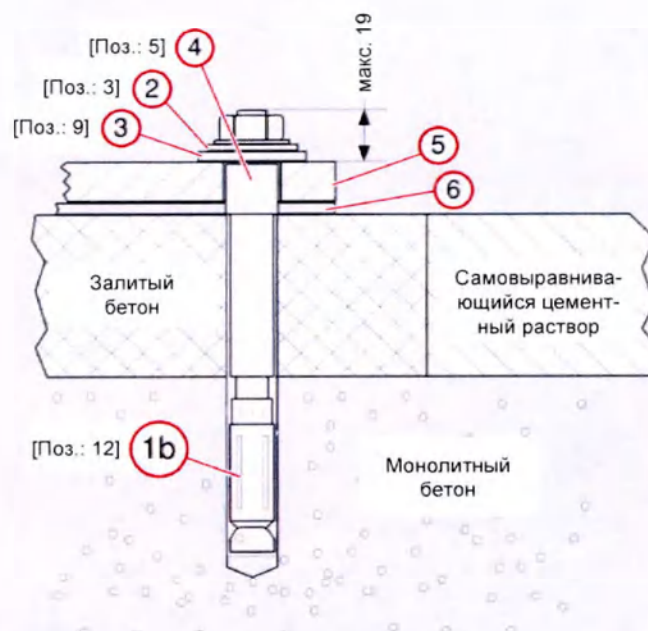

Рис. 23: Напольный штатив, установка усиленных распорных болтов
- Вставьте усиленные анкерные болты (Рис. 23); момент затяжки 80 Нм для Hilti HSL-3 и Hilti HSL-3-G; 60 Нм для Hilti HSL-4 и Hilti HSL-4-G.
Чтобы защитная панель монтажной пластины не опиралась на резьбовые шпильки, срежьте все излишки, превышающие 19 мм (Рис. 23).